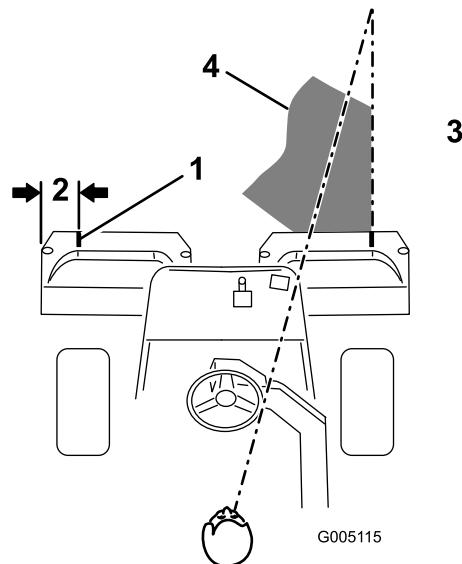
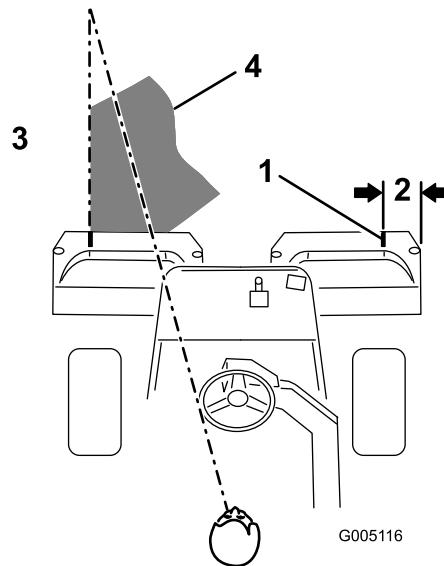

Figure 33
Figure 34
- Placez une bande de papier blanc ou un trait de peinture sur chaque bac parallèlement à son bord extérieur (Figure 33).
- Minimisez le chevauchement de la passe précédente lors de la passe de retour. Pour vous aider à conserver une ligne droite en travers du green et à maintenir la machine à égale distance du bord de la passe précédente, établissez une ligne de vision imaginaire à environ 1,8 à 3 m en avant de la machine jusqu'au bord de la partie non coupée du green (Figure 33 et Figure 34). Certains trouvent qu'il est utile de faire passer la ligne de vision par le bord extérieur du volant, c.-à-d. de maintenir le bord du volant aligné avec un point qui est toujours éloigné de la même distance par rapport à l'avant de la machine (Figure 33 et Figure 34).